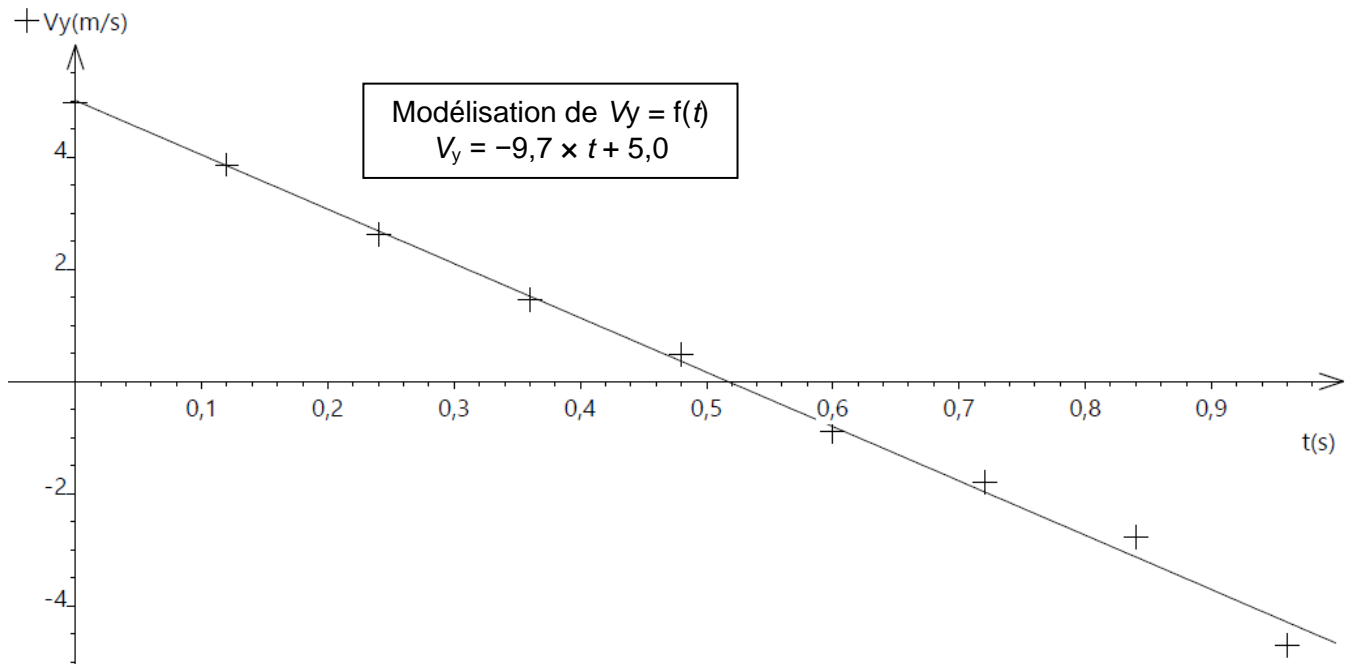

Figure 3 – Évolution de la coordonnée  $v_y$  de la vitesse du ballon en fonction du temps  $t$
- Q.3.** Déterminer, à l'aide de la figure 3, la valeur de la coordonnée  $v_{y0}$  du vecteur vitesse initiale  $\vec{v}_0$ .